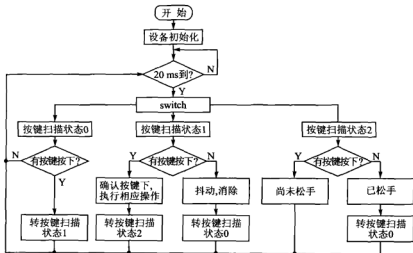

图 5.3.1 按键扫描实验程序流程图
本节进行一个思路简单的实验,使用 4 个按键分别控制 4 个发光二极管的亮灭状态。显然,按键的扫描过程将是本实验的重点所在。本节按键扫描程序的流程图如图 5.3.1 所示。
- ① 配置 RCC 寄存器组,使用 PLL 输出 72 MHz 时钟作为系统时钟。
② 配置 GPIOA.0~GPIOA.3 这 4 个引脚为上拉输入模式,并配置 GPIOA.4~7 这 4 个引脚为推挽输出模式。
③ 配置 SysTick 使用系统时钟,并产生 20 ms 时间间隔。现在配合图 5.3.1 重点来分析一下此按键扫描方法的流程。首先请读者要明确的是:每 20 ms 进行一次按键扫描。
① 首先假设初始状态没有按键按下,GPIO 口也不存在抖动干扰电平,则此时的状态是“按键扫描状态 0”。进入执行之后,因为扫描不到 GPIO 的电平变化,因此直接退出该状态,并且不更新状态标志。20 ms 之后仍然执行重复的过程。
② 其次假设仍然没有按键按下,但 GPIO 上有干扰抖动电平,则程序首先仍然进入“按键扫描状态 0”。但进入执行之后,扫描到了 GPIO 上的电平变化,更新状态标志至“按键扫描状态 1”。20 ms 之后,进入“按键扫描状态 1”,再次检测 GPIO 的电平。因为是抖动电平,其持续的时间不会大于 20 ms,所以此处并不能再次检测到电平变化,因此确认为抖动电平,更新状态标志至“按键扫描状态 0”。这样就避免了将抖动电平误识别为按键按下的情况。
③ 最后假设有按键按下。首先仍然是“按键扫描状态 0”阶段,此状态阶段是判断按键对应的 GPIO 电平是否有跳变。此时已假设有按键按下,因此更新状态标志至“按键扫描状态 1”。20 ms 以后,进入“按键扫描状态 1”,检测到 GPIO 电平还维持上一次的状态,确认为按键按下,更新状态标志为“按键扫描状态 2”。再过 20 ms 之后,进入“按键扫描状态 2”,此时若还检测到电平维持上一次的状态,则显然表示按键尚未松开,则不更新状态标志。20 ms 后再次检测,直到按键松开之后才将状态标志更新为“按键扫描状态 0”,检测下一次按键操作。